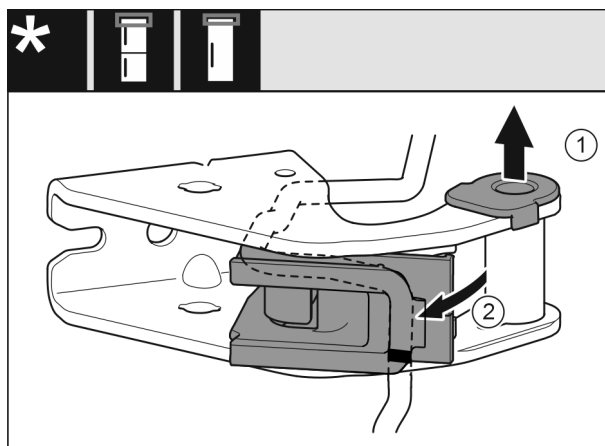

Fig. 26
- ▶ Ištraukite guolio įvorę iš kreipiamosios. Fig. 26 (1)
- ▶ Pasukite kabelio laikiklį. Fig. 26 (2)